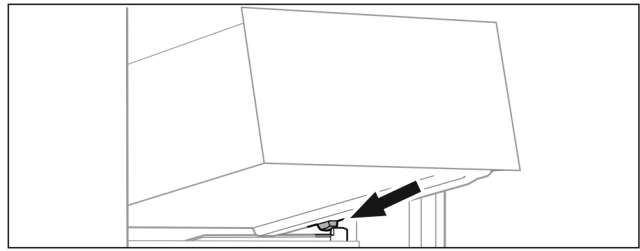

Fig. 65
- ▶ Schubfach schräg hinter den Stoppern auf Behälterrippe aufsetzen. (siehe Fig. 65)